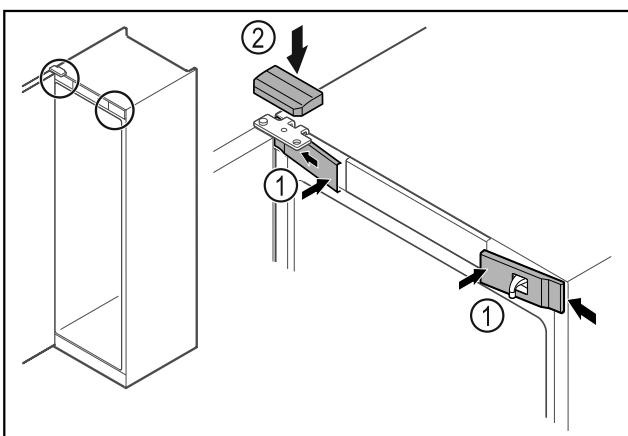

Fig. 47
► Zaháknite predné kryty Fig. 47 (1) naboku a zaistite ich.
► Zaistite horný kryt Fig. 47 (2) zhora.